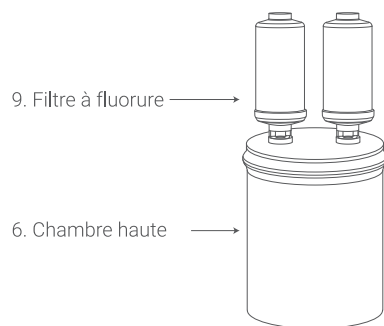

Figure 6
Placez la chambre supérieure (6) à l'envers et vissez chaque filtre à fluorure (9) avec l'indicateur "IN" à la tige filetée du filtre à charbon correspondant (5). Retournez la chambre supérieure pour l'installer. (Figure 6)